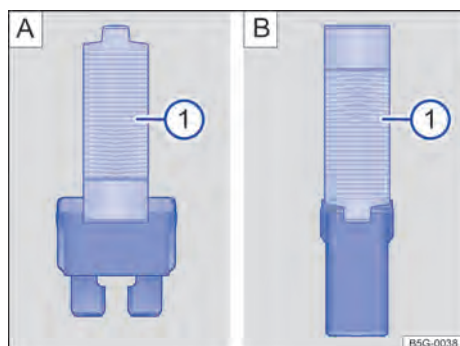

Fig. 195 Retirar o colocar el fusible con la pinza de plástico: **A**) fusible plano, **B**) fusible de bloqueo.
- De ser necesario, retirar la pinza de plástico → fig. 195 1 de la cubierta de la caja de fusibles.
- De acuerdo con la versión del fusible, colocar las garras adecuadas del alicate plástico → fig. 195 A 1 o → fig. 195 B 1 de forma lateral en el fusible.